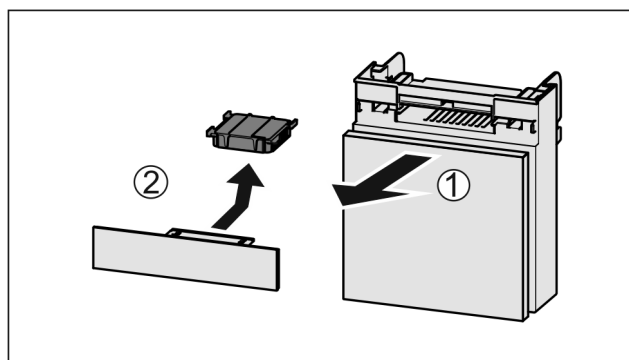

Fig. 57
► 向前拉出 Fig. 57 (1) 抽屉。
► 取出 Fig. 57 (2) 活性炭过滤器。